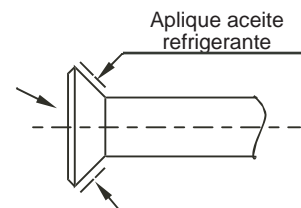

Fig.6-1
- b. Antes de enroscar la tuerca abocardada, aplique aceite refrigerante a la superficie exterior del abocardado de la tubería y a la superficie de la tuerca de unión. Enrosque antes la tuerca hacia arriba unas 3 ~ 4 vueltas (vea la Fig. 6-1).